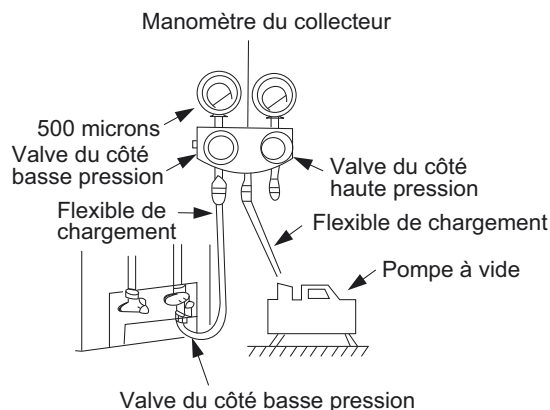

Fig. 35 - Collecteur
3. Ouvrez complètement le côté basse pression du manomètre du collecteur. (Consultez la fig. 35.)